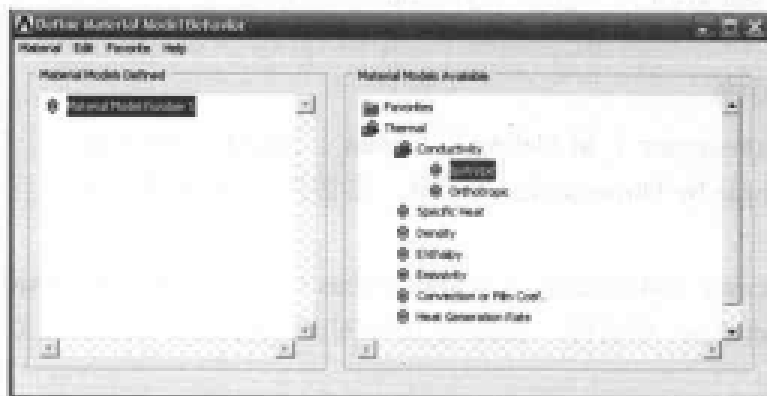

图 10-4 定义材料模型参数对话框
(1) 选择 Main Menu | Preprocessor | Material Props | Material Models 命令, 出现 Define Material Model Behavior 对话框, 如图 10-4 所示。